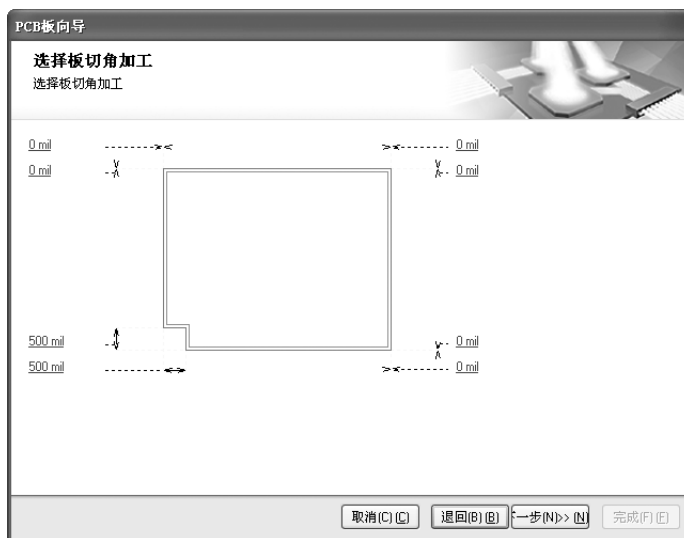

图 7-8 设置截取角
- “切掉拐角”复选框：用于定义是否截取 PCB 的一个角。勾选该复选框后，单击“下一步”按钮即可对截取角进行详细的设置，如图 7-8 所示。